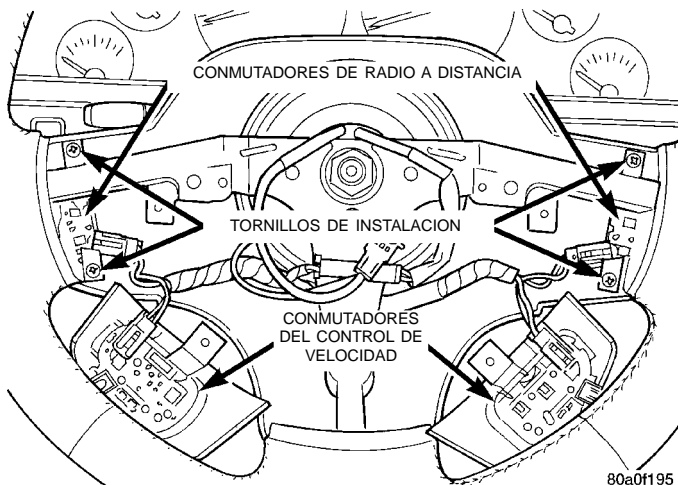

Fig. 7 Desmontaje/instalación de los conmutadores de radio a distancia
(6) Retire los dos tornillos que aseguran el conmutador de radio a distancia a la cabilla del volante de dirección (Fig. 7).